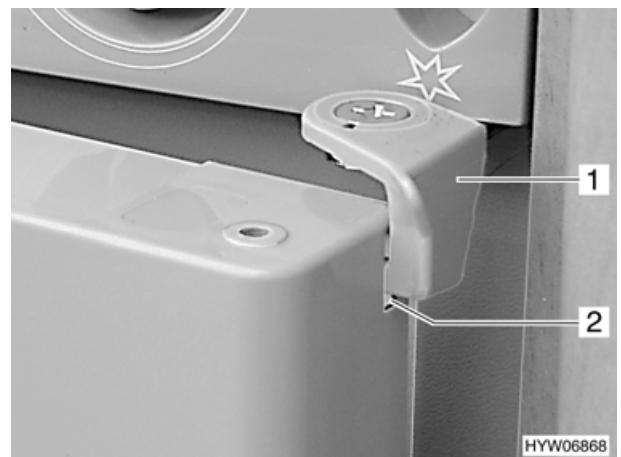

Bild 81 Kühlschranktür in Lüftungsstellung (Variante 1)
- Verriegelung (Bild 81,1) in die Kerbe (Bild 81,2) an der Kühlschranktür einrasten. Die Kühlschranktür bleibt damit leicht geöffnet.